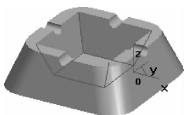

图 3-122 拾取烟槽底边及其内侧四条斜棱边
(6)单击按钮,弹出“过渡”对话框,输入半径“10”,拾取如图 3-122 所示的烟槽底边及其内侧四条斜棱边,单击按钮,完成操作,作图结果如图 3-123 所示。